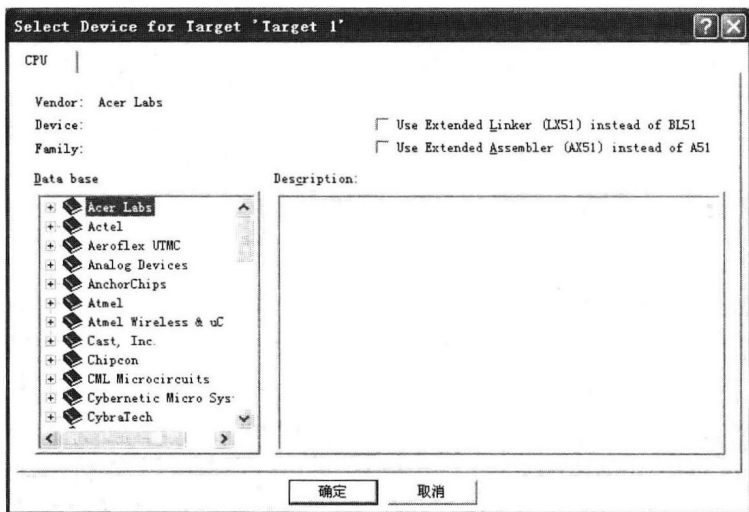

图 1-8 选择单片机对话框
(1) 建立工程文件，选择单片机。单击“工程”→“新建工程”命令，在弹出的“新建工程”对话框中指定文件夹，输入文件名“点亮一个 LED”，单击“保存”按钮，在弹出的为目标 Target 1 选择设备对话框中选择单片机型号（Atmel 的 89S52），单击“确定”按钮。选择单片机对话框如图 1-8 所示。